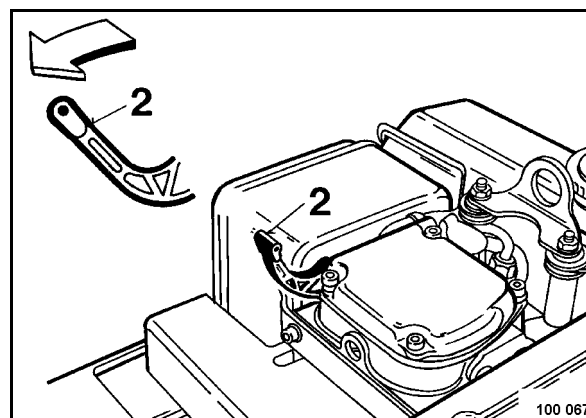

Рис. 22
- Потянуть декомпрессионный рычаг (2) (Рис. 22) в направлении стрелки до упора.
В случае неправильного управления и повторений пуска всегда устанавливать декомпрессионный рычаг в исходное положение (Рис. 22).